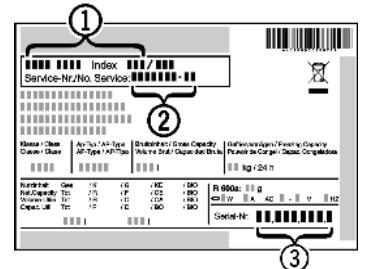

Fig. 21
- ▶ Gerätebezeichnung Fig. 21 (1), Service-Nr. Fig. 21 (2) und Serial-Nr. Fig. 21 (3) vom Typenschild ablesen. Das Typenschild befindet sich an der linken Geräteinnenseite.
- ▶ Den Kundendienst benachrichtigen und den Fehler, Gerätebezeichnung Fig. 21 (1), Service-Nr. Fig. 21 (2) und Serial-Nr. Fig. 21 (3) mitteilen.